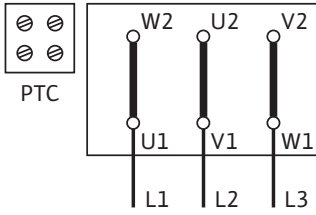

Fig. 45: Y-Δ marşı (standart)
Elektrik bağlantısına ilişkin bağlantı şeması, klemens kutusunda bulunur (ayrıca bkz. Fig. 45/46).
- Klemens kutusuna olan elektrik şebekesi bağlantısı, P₂ motor gücüne, şebeke gerilimine ve açma türüne bağlıdır. Klemens kutusundaki bağlantı köprüleri için gerekli devreleme için bkz. „Tab. 4: Bağlantı klemenslerinin kullanımı”, sayfa 17 listesi ve Fig. 45/46.
Y-Δ marşı (Standart)	Bağlantı köprüleri çıkartılmalıdır (Fig. 45)